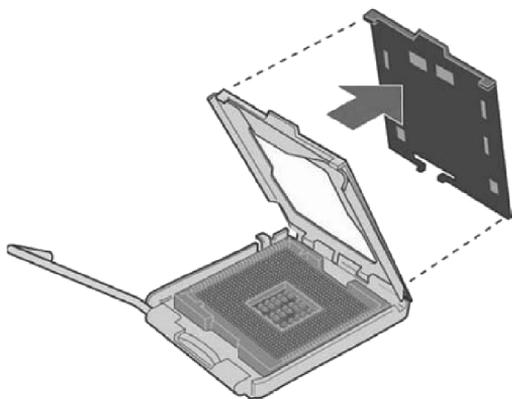

图 2-63 从压板上取下插槽的塑料保护罩示意图
3) 如图 2-63 所示，按箭头方向从压板上取下插槽的塑料保护罩。拆卸下来的保护罩注意不要丢弃，每当从插槽中拆除处理器后，还应把插槽保护罩重新盖好。